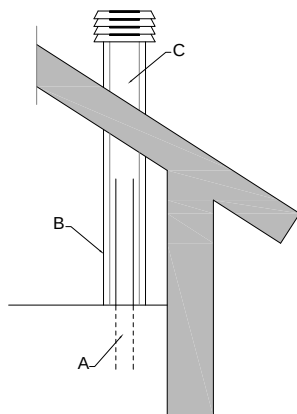

Figura 2.6: Ejemplo de conexión a conducto de humos
Si la sección es mayor será necesario introducir un conducto de acero (A) en el interior de aquel de obra (C), como muestra la figura 2.6.
- ❗ El conducto de acero debe aislarse con un material tipo lana de roca o vermiculita (B) resistente a alta temperatura, sellándola respecto a la chimenea exterior.